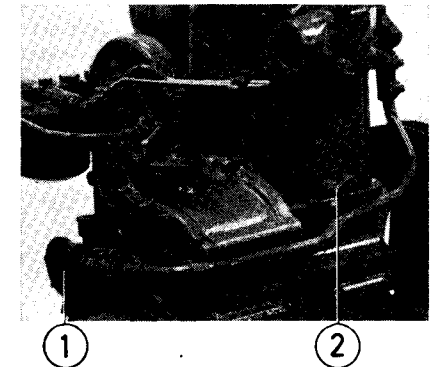

Fig. 6. Kylvattenavtappning.
1. Öppna dräneringskranen på cylinderblockets styrbordssida (2, fig. 6).
2. Stäng bottenkranen och lossa locket på sjövattpumpen (1) och se till att tryckledningen för kylvattnet dräneras.